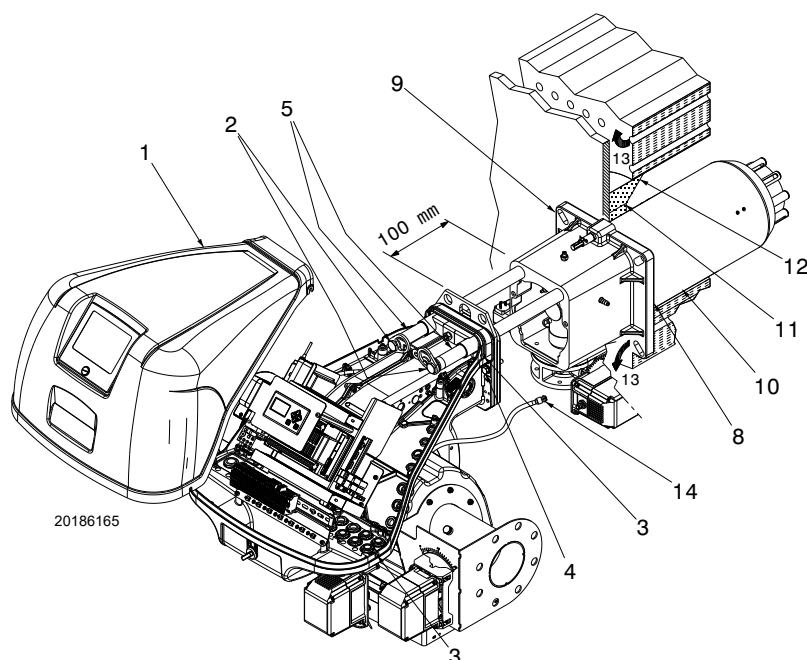

图 15
对于带前烟道 13)(图 15 页 17) 或中心回焰式炉膛的锅炉, 必须在锅炉炉补 12) 和烟道 10) 间插入炉补材料 11) 保护。
这种保护不得妨碍取出燃烧头。对于带有水冷却前板的锅炉, 除非锅炉制造商明确要求, 否则不需要炉补 11)-12)(图 15)。
将燃烧头与燃烧器的其余部分分开，如图 15 所示；操作如下：
- 将燃烧器重新安装在导轨 3) 上，距离多歧管 4) 约 100 mm，燃烧器位置如图 15 所示；
- 连接伺服马达插头 14) (图 15) ；